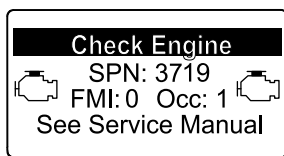

Figura 39
- Aviso do motor SPN 3719, FMI: 0 (Figura 39)